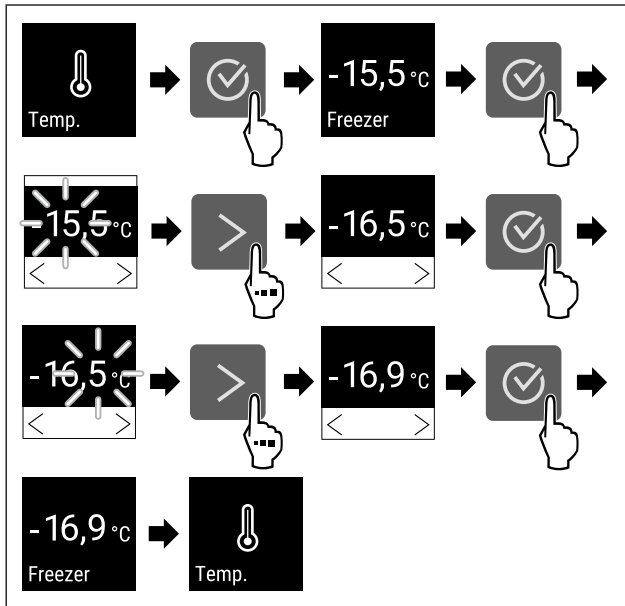

Fig. 66 Cambio de temperatura de -15,5°C a -16,9°C
- ▶ Seguir los pasos de procedimiento (consulte Fig. 66).